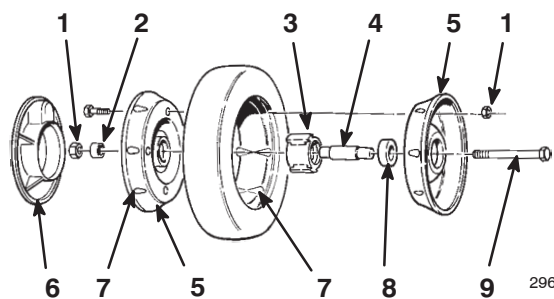

Figure 29
3. Retirez le boulon, la bague d'espacement et le contre-écrou qui fixent la roue au bras d'articulation (Fig. 29).
4. Séparez du pneu les deux moitiés de la roue en retirant les 4 boulons et leurs contre-écrous (Fig. 29).
Remarque : Pour extraire les roulements de l'ensemble moyeu/roulement, appuyez sur la douille d'écartement des roulements (Fig. 29).
1. Posez le pneu sur l'une des demi-roues, en faisant correspondre les reliefs (Fig. 29).
2. Placez l'ensemble moyeu/roulement dans le trou central de la moitié de roue. Les ailes du moyeu doivent reposer sur le flasque de l'ouverture (Fig. 29).
3. Posez l'autre demi-roue sur l'ensemble moyeu/roulement en faisant correspondre les trous et les reliefs de la roue et du pneu (Fig. 29).
4. À l'aide de boulons entièrement filetés de 6 x 38 mm et d'écrous non bloquants, assemblez les demi-roues sans les serrer. Installez les boulons dans les trous opposés (Fig. 29).
5. Contrôlez l'alignement de toutes les pièces et serrez les boulons en alternance d'un côté et de l'autre pour assurer un serrage uniforme, jusqu'à ce que les demi-roues soient réunies (Fig. 29).
6. Installez et serrez les 2 boulons et les 2 contre-écrous retirés auparavant dans les trous libres des demi-roues. Retirez les 2 longs boulons et remplacez-les par 2 boulons et 2 contre-écrous (Fig. 29).
7. Posez la roue sur le bras d'articulation à l'aide des boulons, d'une entretoise et d'un contre-écrou. Vérifiez si la bague est bien placée entre le moyeu de la roue et le bras d'articulation (Fig. 29).